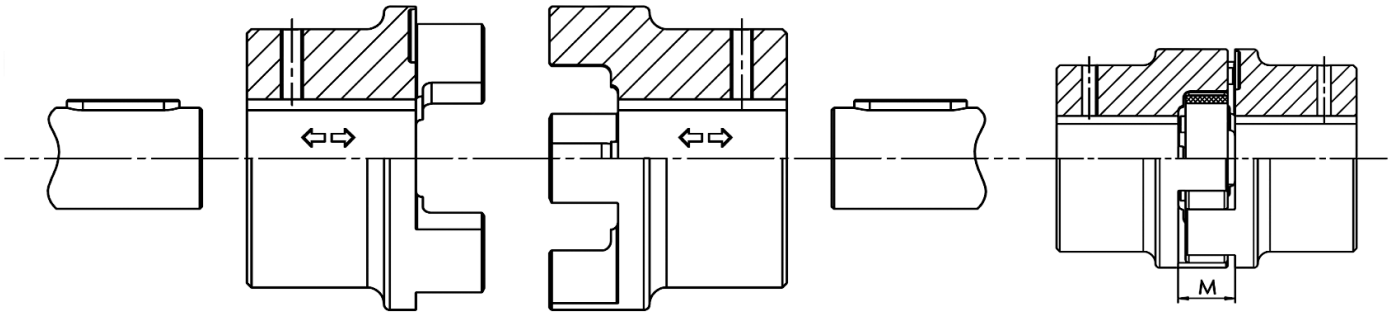

Figura 4-2 - GRMP: montaggio
- Montare i mozzi sull'albero motore e condotto (vedi FIGURA 4-2)
- Avvicinare motore e utilizzatore fino all'ottenimento della quota **M** (vedi FIGURA 4-2 e TABELLA 4.1)